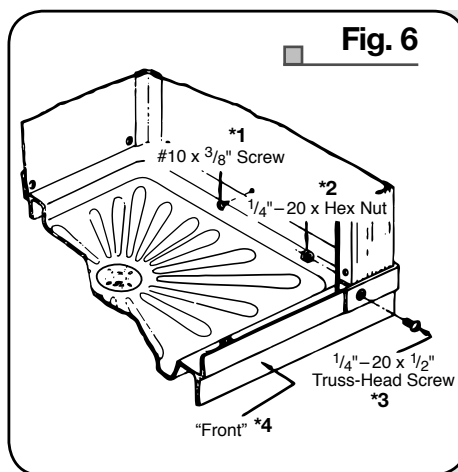

Fig. 6
6. From the outside, insert a $\frac{1}{4}$ " – 20 x $\frac{1}{2}$ " Truss Head Screw in the Base and through the pre-punched hole in the Front Support. Secure with a $\frac{1}{4}$ " x 20 Hex Nut on the inside. Repeat for the remaining Front Support. Insert a #10 x $\frac{3}{8}$ " Truss Head Tapping Screw into the pre-punched center hole of the back panel (this will align the panel to the base.) Follow the same procedure for both side panels. Tighten all three center screws, then start the remaining six screws. After all screws are started, tighten securely. (**Fig. 6**)
6. Desde el lado de afuera, coloque los tornillos en cruz de $\frac{1}{4}$ " – 20 x $\frac{1}{2}$ " en el plato y a través del orificio marcado en el soporte frontal. Asegúrelo con una tuerca hexagonal $\frac{1}{4}$ " x 20 desde el lado de adentro. Repita el proceso para el otro soporte frontal. Inserte un tornillo rosca de cabeza en cruz #10 x $\frac{3}{8}$ " en el orificio central marcado del panel trasero (esto alineará el panel al plato). Realice el mismo procedimiento para los dos paneles laterales. Ajuste los tres tornillos del centro y luego coloque los otros seis. Después de poner todos los tornillos en su lugar, ajústelos hasta que queden firmes. (**Fig. 6**)
6. Depuis l'extérieur de la cabine, insérez une vis à tête bombée n° 20 de $\frac{1}{4}$ po dans la base et dans l'un des trous du support avant. Serrez en place de l'intérieur avec un écrou n° 20 de $\frac{1}{4}$ po. Procédez de la même façon pour l'autre support avant. Insérez une vis autotaraudeuse à tête bombée n° 10 de $\frac{3}{8}$ po dans le trou central du panneau arrière pour aligner le panneau et la base. Procédez de la même façon pour les 2 panneaux latéraux. Serrez les 3 vis centrales, puis insérez les 6 vis restantes. Une fois les 6 vis en place, serrez-les à tour de rôle. (**Fig. 6**)